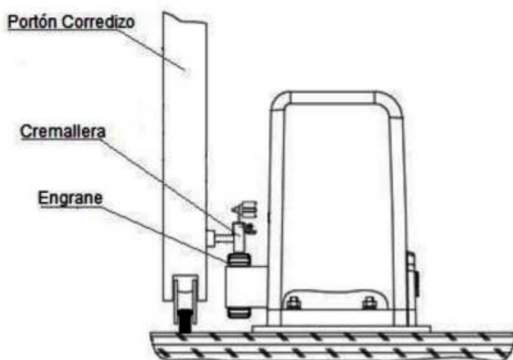
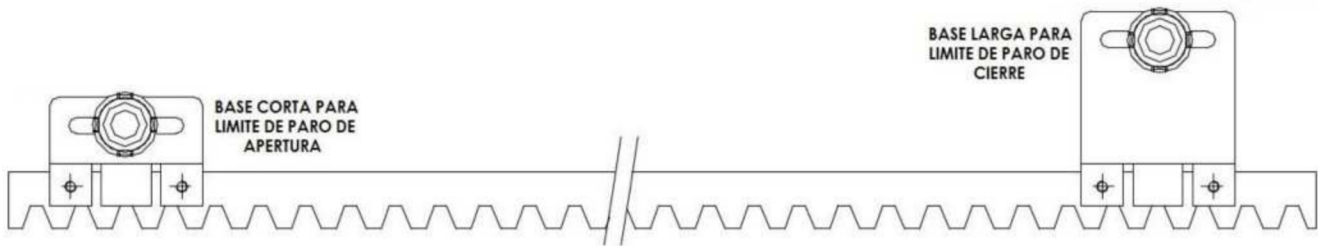

Fig.10
Fig.11
- El Límite de Paro Magnético (Base e Imán). Las Bases e Imanes debe de Quedar Instalados como se muestra en la (Fig.10) y la (Fig.11). El Límite de Paro Magnético (Base e Imán) son usados para Controlar el Recorrido y la Posición del Portón.